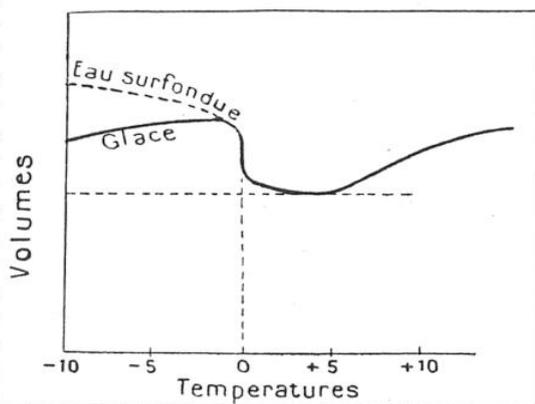

FIG. 1 — VARIATIONS DU VOLUME DE L'EAU AU VOISINAGE DU POINT DE FUSION
sion (1) et au voisinage de ce point. Elle est représentée par la courbe de la figure 1, et son caractère principal est que la fusion de la glace s'accompagne d'une réduction notable du volume (un dixième environ); seuls, le bismuth, le gallium et quelques composés organiques présentent cette dérogation aux règles courantes; pour tous les autres corps, la fusion s'accompagne d'un accroissement de volume.
La courbe de la figure 1 (où les variations de volumes ont été exagérées à dessein) montre encore que la diminution du volume qui accompagne la fusion est précédée, et surtout suivie, par des variations que caractérise, vers 4° C, l'existence d'un maximum de densité, et ce n'est guère que vers + 10° que l'eau prend, à l'image des autres liquides, une dilatation régulière.